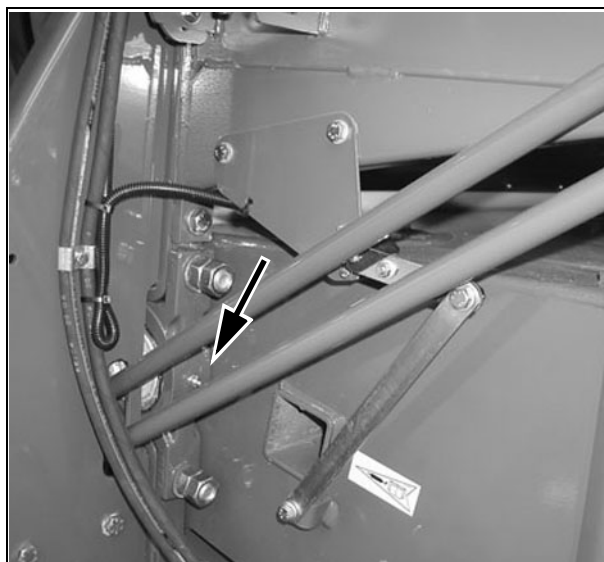

Рис. 42
31. ПОДВЕСКА ГЛАВНОГО ПРИЕМНОГО ЭЛЕВАТОРА - Рис. 42